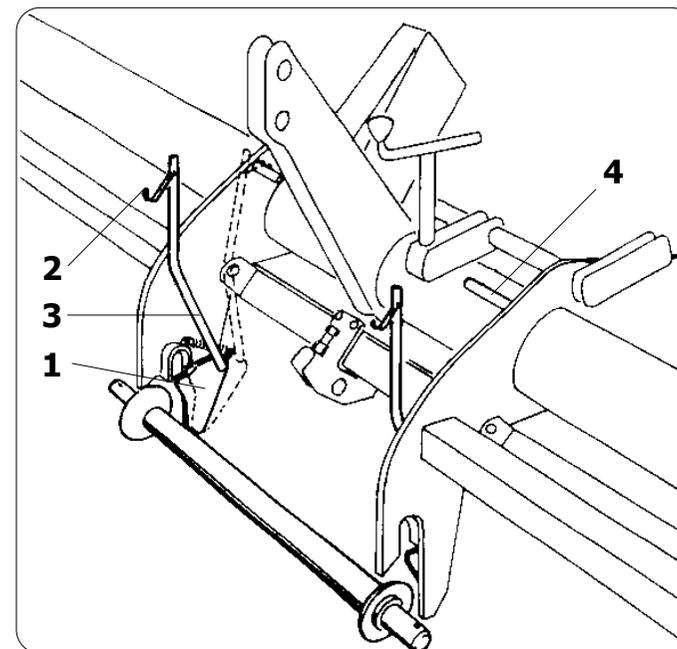

Fig. 1
Per sganciarla, in posizione sollevata, è necessario aprire le due eccentriche (1) fissando il meccanismo di serraggio (2) della leva di comando (3) all'asse con diametro di 16 mm (4). (fig. 1)